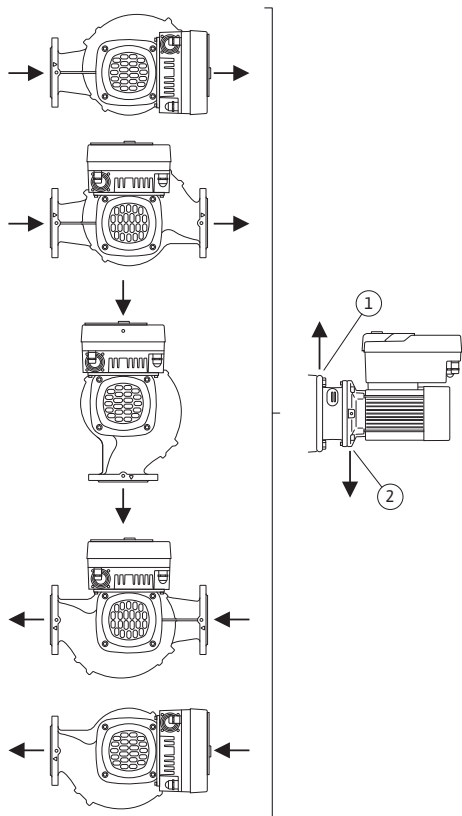

Fig. 16: Dopustni vgradni položaji s horizontalno gredjo
- Pri horizontalni gredi motorja morajo biti izvrtine za iztekanje kondenzata obrnjene navzdol (Fig. 16, poz. 2). Po potrebi je treba motor zavrteti.